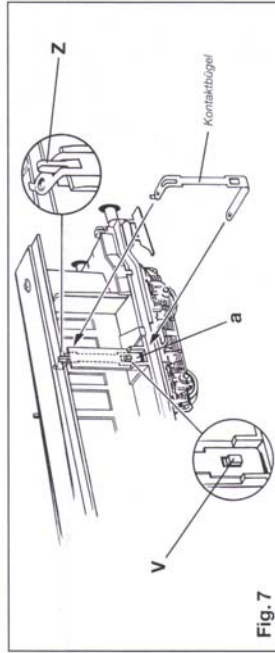

Fig. 7
7. An jeder Inneneinrichtung sind – je nach Wagentyp an verschiedenen Stellen – vier Aufnahmen für die Kontaktbügel vorhanden. Die Kontaktbügel sorgen für festen Halt des Lichtleiters auf der Inneneinrichtung und versorgen diesen mit Strom. Zuerst den Kontaktbügel locker unten in die Aussparung a der Inneneinrichtung einstecken, dann oben in den Zapfen Z einhängen (Fig. 7). Sodann Kontaktbügel ein wenig nach unten ziehen und am Vorsprung V einrasten.